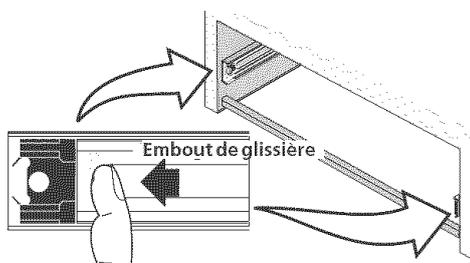

Figure 2
1. Tirez l'embout de chaque glissière vers l'avant de la cuisinière (voir figure 2).